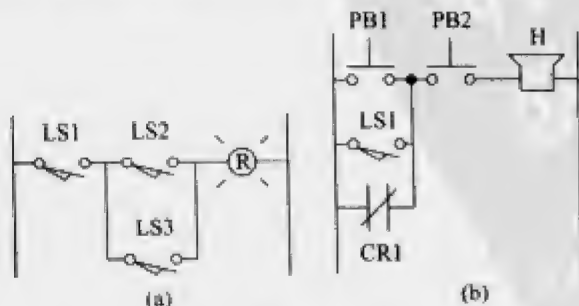

图 4-29
5. 根据如图4-29所示的两个继电器梯形图写出梯形图程序,画出逻辑门电路且列出布尔状态方程。